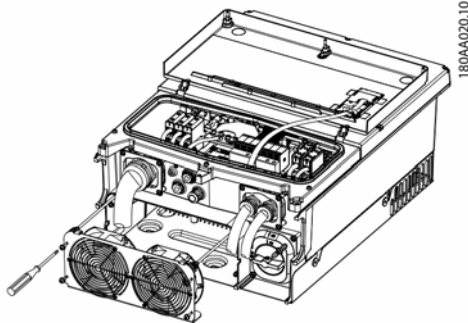

Abbildung 1.3
4. Die Lüfter befinden sich an der Unterseite des Wechselrichters. Die 4 Schrauben (TX 20) lösen, die die Lüftereinheit fixieren. Siehe Abbildung 1.3.